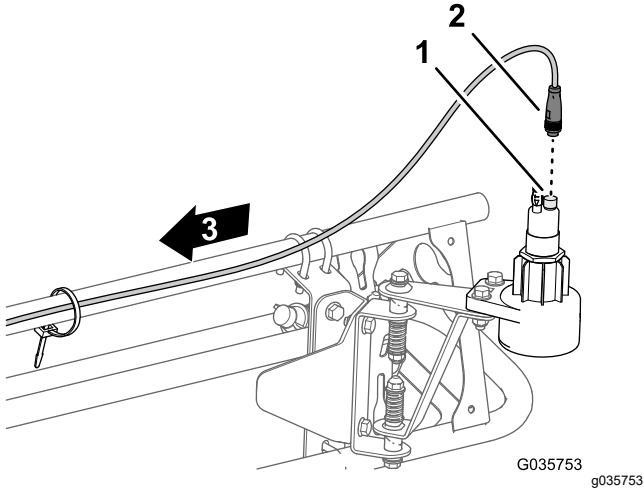

Figura 23
1. Ligue o conector de 4 tomadas redondo da cablagem do sensor ao conector de 4 pinos do sensor (Figura 23).